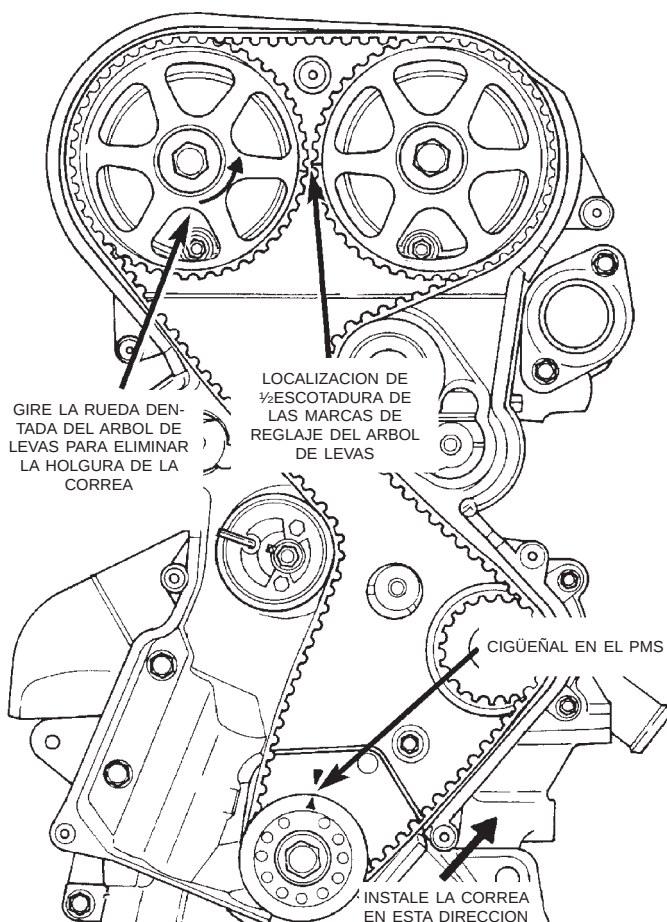

Fig. 62 Correa de distribución—instalación
(3) Instale la correa de distribución. Comenzando por el cigüeñal, vaya por la rueda dentada de la bomba de agua, la polea de guía, las ruedas dentadas del árbol de levas y luego alrededor del tensor (Fig. 62).
(4) Mueva la rueda dentada de escape del árbol de levas hacia la izquierda (Fig. 62) para alinear las marcas y reducir la holgura de la correa.